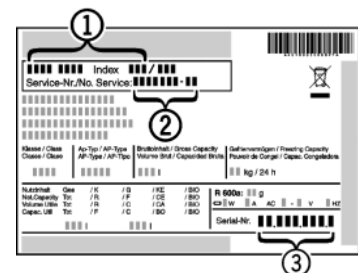

Fig. 25
- ▶ Читать обозначение устройства *Fig. 25 (1)*, сервисный номер *Fig. 25 (2)* и серийный номер *Fig. 25 (3)* с заводской таблички. Заводская табличка находится внутри устройства слева.